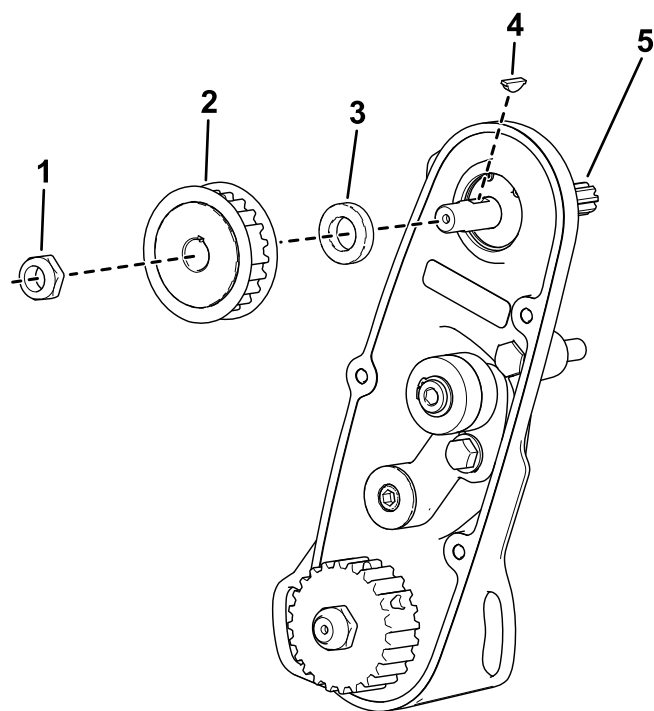

图 5
F. 拆下螺母、皮带轮、隔片和钥匙图 5。
G. 拆下现有滚刀驱动轴图 5。